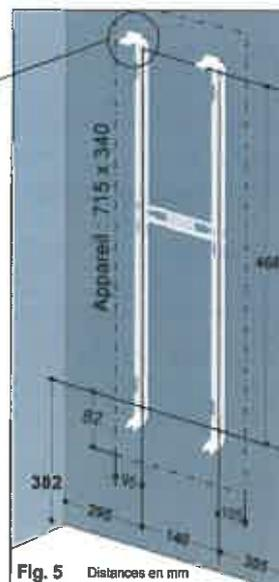

Fig. 5 Distances en mm
- Appliquez le dossier au mur et pointez les 4 trous de fixation en respectant les cotes de la figure 5 ci-contre.
- Pour le remonter, présentez l'appareil devant le dossier; engagez les pattes inférieures de celui-ci dans les fentes situées au bas et à l'arrière de l'appareil (Fig. 5). Cette opération est facilitée en présentant l'appareil légèrement incliné vers l'avant.